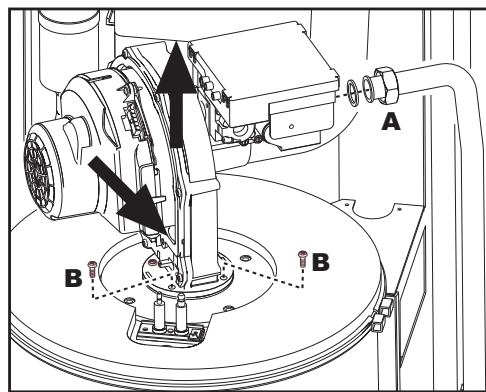
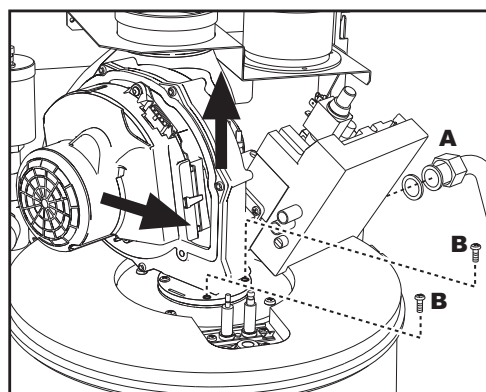

fig. 54 - modello ENERGY TOP B 80 - 160
fig. 55 - modello ENERGY TOP B 125 - 250
4. Allentare il girello "A" di fissaggio della valvola gas (fig. 54 e fig. 55).
5. Svitare le due viti "B" di fissaggio e sfilare il gruppo ventilatore come indicato in fig. 54 per il modello **ENERGY TOP B 80 - 160** e in fig. 55 per il modello **ENERGY TOP B 125 - 250**.